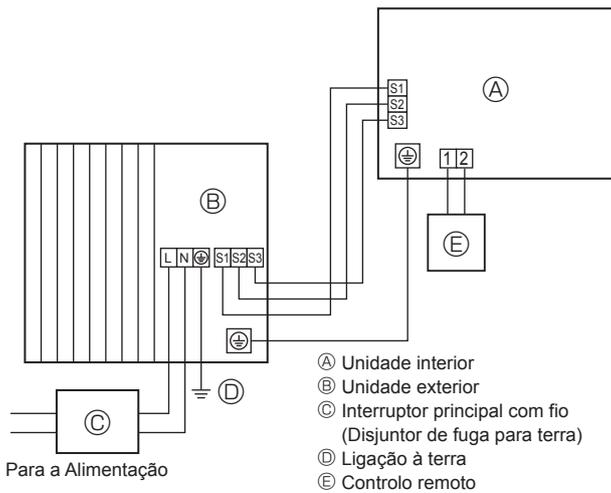
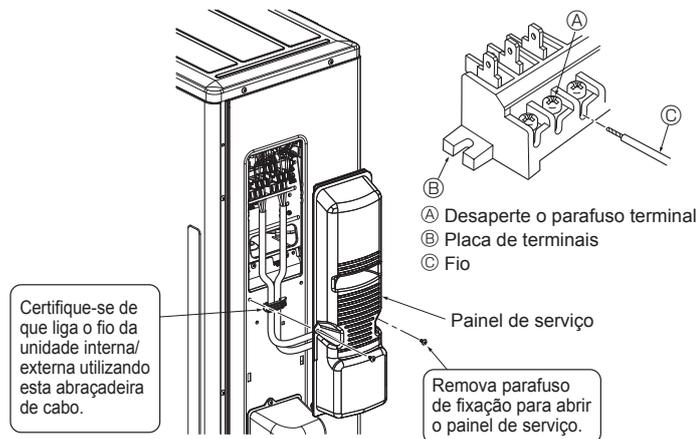
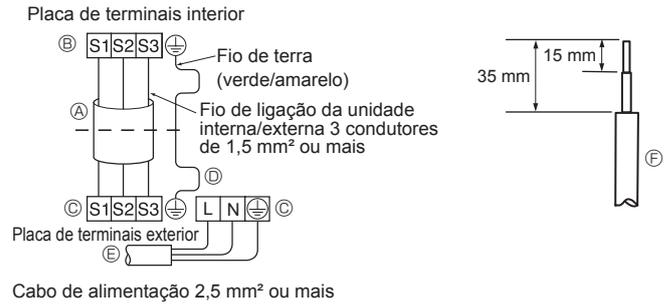

Fig. 6-1
Fig. 6-3
Fig. 6-2
### 6.1. Unidade exterior (Fig. 6-1, Fig. 6-2, Fig. 6-3)
- ① Retire o painel de serviço.
- ② Ligue os cabos referentes à Fig. 6-1, Fig. 6-2 e Fig. 6-3.
- Faça as ligações tal como demonstrado no diagrama, na parte inferior esquerda. (Obtenha o cabo a nível local) (Fig. 6-2)